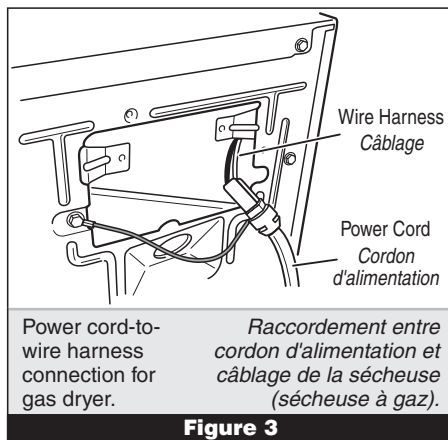
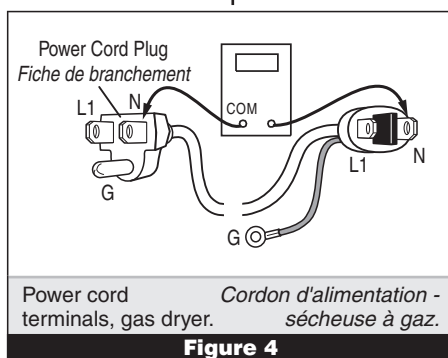

Figure 3
Figure 4
3. Check that the power cord is firmly connected to the dryer's wire harness. See figure 3.
5. With an ohmmeter, check for continuity between the neutral (N) terminal of the plug and P1-2 (white wire) on the machine control board. The left-hand side of figure 4 shows the position of the neutral terminal (N) on the power cord plug.
- If there is no continuity, disconnect the white wire of the harness from the power cord at the location illustrated in figure 3. Test the continuity of the power cord neutral wire as shown in figure 4. If an open circuit is found, replace the power cord. Otherwise, go to step 6.
- If there is no continuity, check the continuity of the power cord in a similar way to that illustrated in figure 4 but for power cord L1 wire.
3. Vérifier que le cordon d'alimentation est correctement raccordé au câblage de la sècheuse. Voir figure 3.
5. Avec un ohmmètre, vérifier la continuité entre la broche neutre (N) de la fiche de branchement et la broche P1-2 (conducteur blanc) de la carte des circuits de commande de la machine. La partie gauche de l'illustration à la figure 4 identifie la position de la broche neutre (N) de la fiche de branchement.
- S'il n'y a pas de continuité, défaire la connexion entre le conducteur blanc du câblage et le cordon d'alimentation, à l'emplacement indiqué à la figure 3. Tester la continuité du conducteur neutre du cordon d'alimentation selon les indications de la figure 4. S'il y a un circuit ouvert, remplacer le cordon d'alimentation; sinon passer à l'étape 6.
- S'il n'y a pas de continuité, contrôler la continuité sur le cordon d'alimentation d'une manière similaire à ce qui est décrit à la figure 4, mais pour le conducteur L1 du cordon d'alimentation.